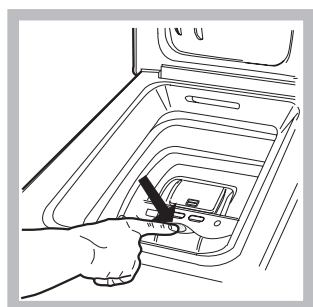

Fig. 2
Con un dito premere il pulsante indicato nella fig. 2 ed il cestello si aprirà delicatamente.
E) Arresto finale del cestello (Fig. 2):